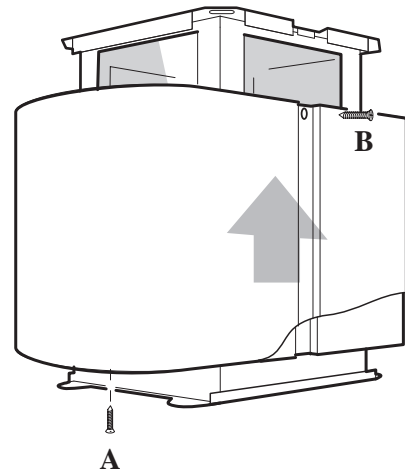

Fig. 9
- Skru foreløpig sammen kanalens øvre og nedre del med en skrue A (Fig. 9).
- Fest kanalens øvre del til bærekonstruksjonen B (Fig. 9).